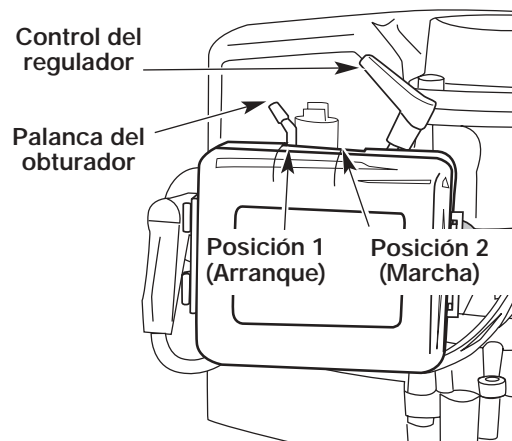

Fig. 3
3. Coloque la palanca del obturador en Posición 1 (Fig. 3).